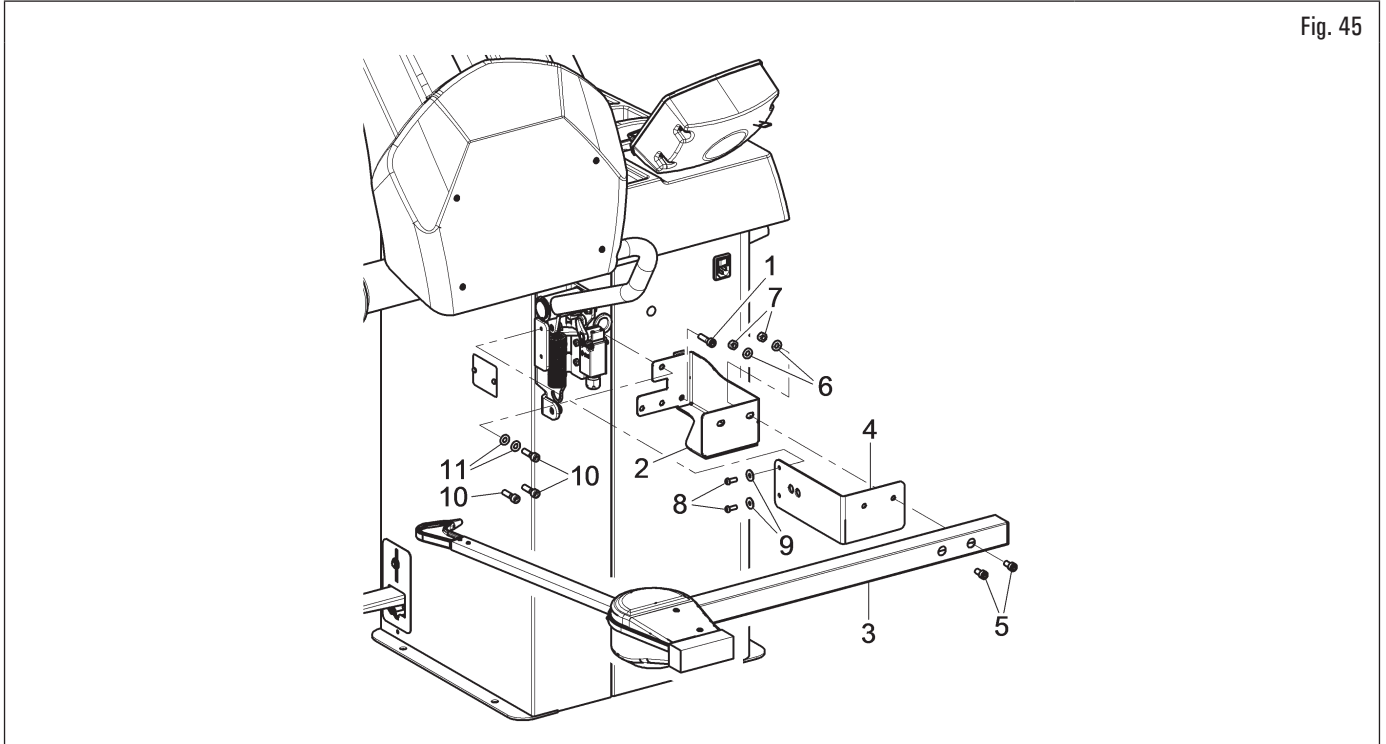

Fig. 45
1. Desatornillar los tornillos (Fig. 45 ref. 10) y las arandelas (Fig. 45 ref. 11) del soporte cubrerueda, poniendo mucha atención a sostener el soporte;
2. insertar la brida del palpador (Fig. 45 ref. 2) en la ranura lateral del soporte cubrerueda (véase Fig. 47 ref. A);
3. insertar el tornillo de fijación (Fig. 45 ref. 1) y los tornillos (Fig. 45 ref. 10), quitados anteriormente, en la brida del palpador (Fig. 45 ref. 2), pues atornillar el conjunto en los remaches roscados colocados en la parte trasera del bastidor, sin utilizar las arandelas (Fig. 45 ref. 11) desmontadas anteriormente;
4. bloquear el brazo del palpador (Fig. 45 ref. 3) a las bridas (Fig. 45 ref. 2-4) utilizando los 2 tornillos (Fig. 45 ref. 5), las arandelas (Fig. 45 ref. 6) y las tuercas (Fig. 45 ref. 7), de manera que el eje y el brazo del palpador quedan nivelados (véase Fig. 46);